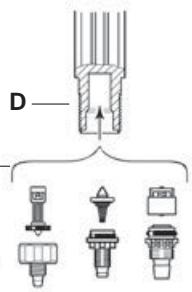

Fig. 17
- Tirer vers le bas pour dégager l'ensemble du clapet d'aspiration (Fig. 17).
- Rincer abondamment à l'eau claire les différentes parties et les remonter (Fig. 17).
- Remettre le clapet (Fig. 17-P) dans le corps doseur (Fig. 17-D), le pousser en butée.